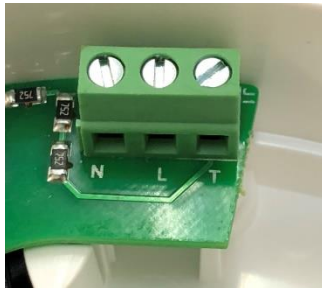

図 3-3
- ③ 本体左上のコンネクター（図 3-3）L 端子と N 端子に 100V 配線を接続する